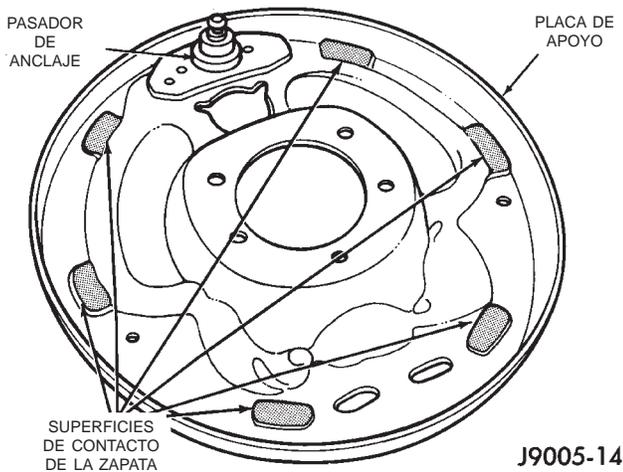

Fig. 35 Superficies de contacto de la zapata
- (1) Limpie la placa de apoyo con limpiador de frenos.
(2) Si se instalan tambores nuevos, retire la capa protectora con limpiador de carburadores o limpiador de frenos.
(3) Aplique grasa multikilometraje a las superficies de contacto de la placa de apoyo con la zapata (Fig. 35).
(4) Lubrique las roscas del tornillo del ajustador y el pivote con lubricante en spray.
(5) Fije la palanca del freno de estacionamiento a la zapata de freno secundaria. Utilice una arandela y una abrazadera en U nuevas para fijar la palanca.
(6) Retire las abrazaderas del cilindro de rueda.
(7) Fije el cable del freno de estacionamiento a la palanca.
(8) Instale las zapatas de freno en la placa de apoyo. Fije las zapatas con muelles de sujeción, pasadores y retenes nuevos.
(9) Instale el montante y el muelle del freno de estacionamiento.
(10) Instale la placa de guía y el cable del ajustador en el pasador de anclaje.
(11) Instale los muelles de retroceso primario y secundario.
(12) Instale la guía del cable del ajustador en la zapata secundaria.
(13) Lubrique y ensamble el tornillo del ajustador.